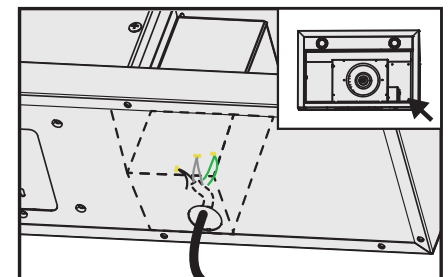

Figure 8
- **AVERTISSEMENT : TOUS LES CONNECTEURS DOIVENT ÊTRE EN FERMÉS DANS LE COMPARTIMENT DU CÂBLAGE. (Voir figure 8)**